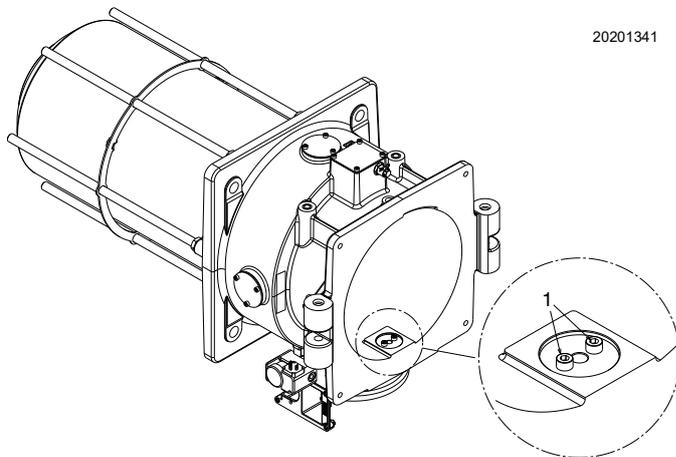

Abb. 22
Die Werkseinstellung für das Zentralgas erfolgt mit folgenden Durchgangsbohrungen (Abb. 22).
- eine oder mehrere Schrauben 1) (Abb. 22) wie folgt entfernen oder hinzufügen: